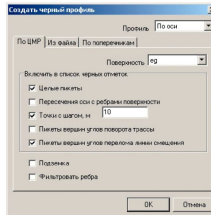

Рис.8. Меню «Создать черный профиль»
2. Поставьте галочки как показано ниже (рис. 8).